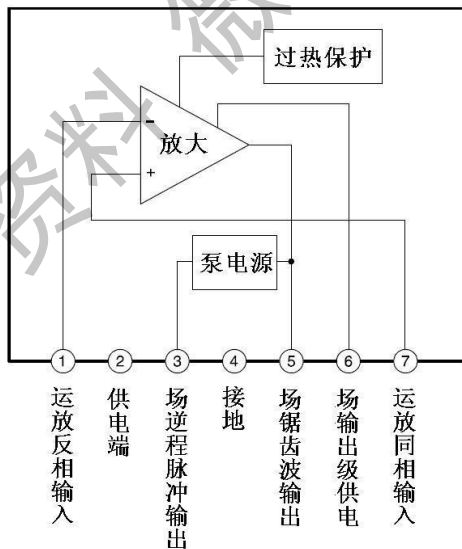

图 5.11 LA78040 框图及引脚功能图
LA78040 是日本三洋公司小屏幕机常用的场输出集成电路。其内部结构与 LA7840 一样，只不过采用了小型化封装，引脚排列和 LA7840 不一样，见图 5.11。典型的使用参数为，②脚电源电压额定值为 24V，最高可达 35V，输出峰值电流 1.5Ap-p，逆程峰值电压为 70Vp-p。